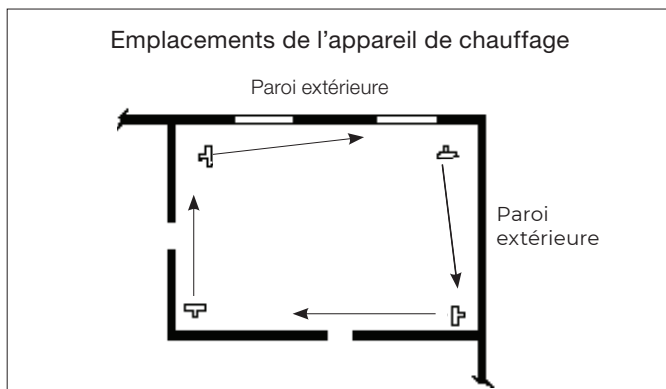

Figure 2
- 1.4 L'évacuation d'air est dirigée vers des zones de perte de chaleur, comme les portes et les fenêtres (voir Figure 2, page 7).
- 1.5 L'évacuation d'air est dirigée le long des murs extérieurs avec un léger angle (voir Figure 2, page 7).
- 1.7 Les courants d'évacuation d'air sont reliés entre eux et créent un flux d'air circulaire. Il n'est pas nécessaire que le jet d'air de l'appareil de chauffage atteigne le suivant (voir Figure 2, page 7).